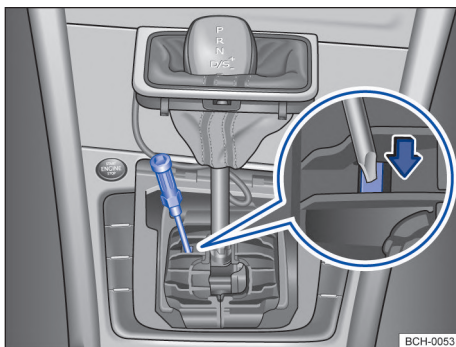

Fig. 95 Desmontar la cubierta de la palanca selector y desbloquear el bloqueo de la palanca selector de emergencia.
- Con ayuda de un destornillador, presionar cuidadosamente la palanca de desbloqueo en el sentido de la flecha y mantenerla en esa posición → fig. 95.